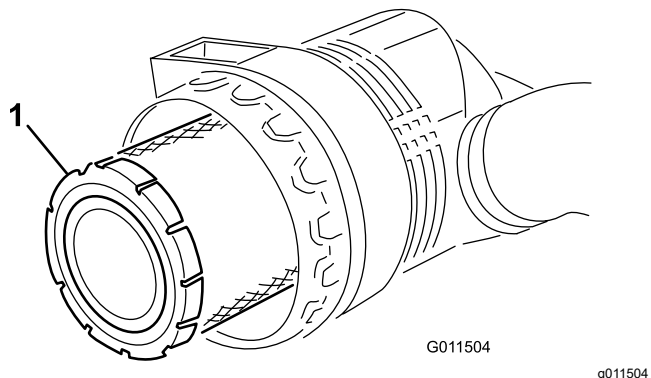

Figura 50
3. Togliete il filtro primario e sostituitelo (Figura 50).